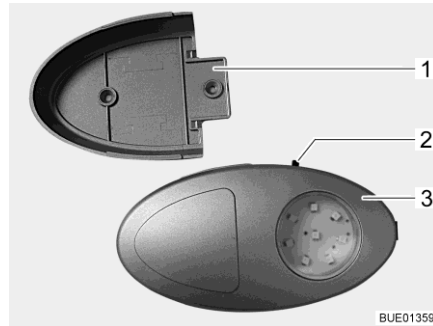

Bild 72 Klädskåpslampa/ficklampa
- ▷ Klädskåpslampan kan dras ut från skruvhållaren (Bild 72,1) och användas som ficklampa.
På-/av-brytaren (Bild 72,2) sitter direkt på klädskåpslampan (Bild 72,3).